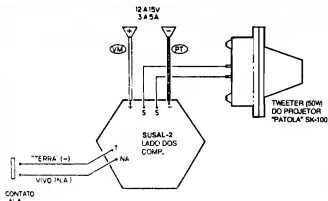

Fig. 4
- FIG. 4 - CONEXÕES EXTERNAS À PLACA - As ligações externas à placa são simples, totalmente detalhadas no diagrama (placa ainda vista pela sua face não cobrada...). O ponto mais importante a observar é quanto à polaridade da alimentação, sendo aconselhável a utilização "regulamentada" de fio vermelho para o positivo e fio preto para o negativo... Observem, ainda que as ligações de Saida (S-S), mostram o transdutor (tweeter) "nd", removido da sua "corneta" e "projeter" (basta soltar alguns parafusos no conjunto, que ele todo se desmonta de forma bastante lógica, e muito fácil de - depois - "remontar" corretamente, como sempre ocorre nos produtos "Patola" (Se algum engracadinho, aí, está pensando em "corrupção", pode morder o progenitor nas nádegas... Não recebemos um